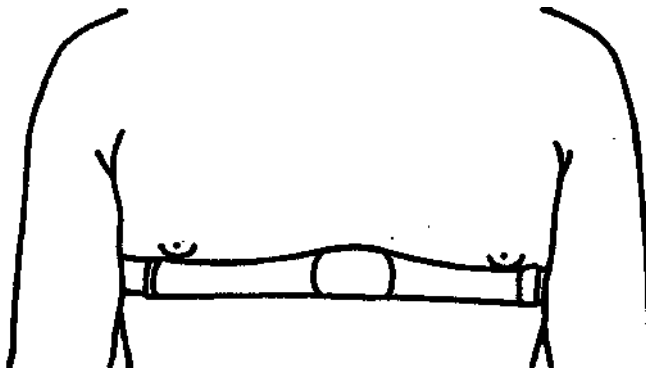

Рисунок 10. Крепление ремня и передатчика сердечного ритма на теле пациента
1. Закрепите ремень датчика сердечного ритма вокруг груди испытуемого так, чтобы он сидел плотно и удобно (рисунок 10).